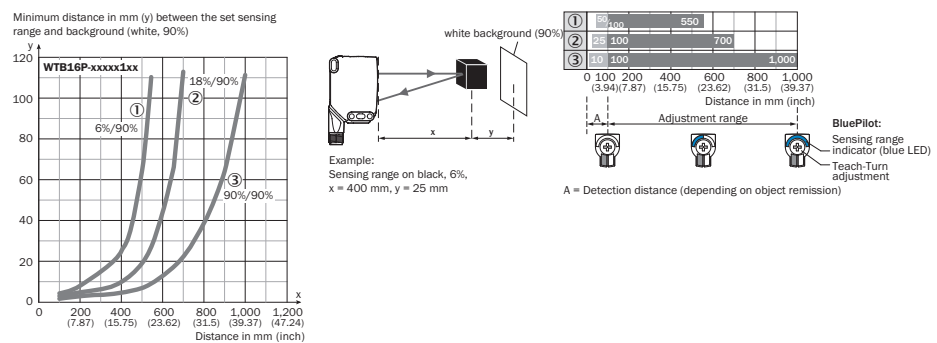

Figura 45: Linea caratteristica 1, WTB16P Bluetooth-xxxx1xx, luce rossa
Controllare le condizioni d'impiego: bilanciare distanza di lavoro e distanza dall'oggetto ossia dallo sfondo e coefficiente di riflessione dell'oggetto con il diagramma corrispondente [vedere immagini 5 e 7] (x= distanza di lavoro, y = distanza minima tra distanza di lavoro impostata e sfondo (bianco, 90%)), coefficiente di riflessione 6% = nero ①, 18% = grigio ②, 90% = bianco ③ (con riferimento al bianco standard secondo DIN 5033). Si consiglia di effettuare l'impostazione con un oggetto con basso coefficiente di riflessione. La distanza minima (= y) per la soppressione dello sfondo può venire rilevata dal diagramma [ figura 45 ①] come segue: